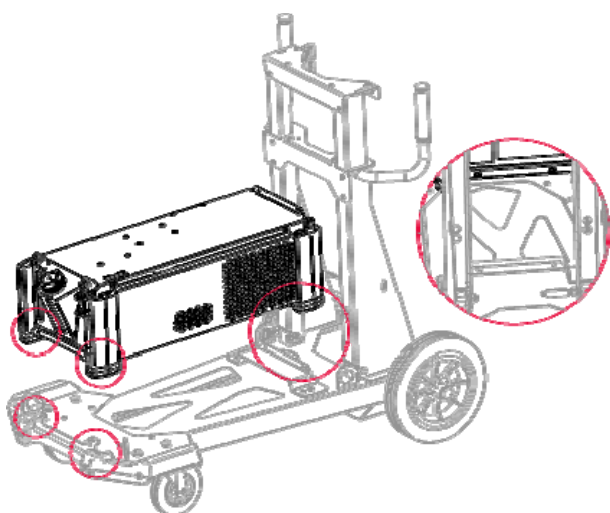

Figura 1
- Posizionare il gruppo di raffreddamento su un carrello a quattro ruote (Figura 1).